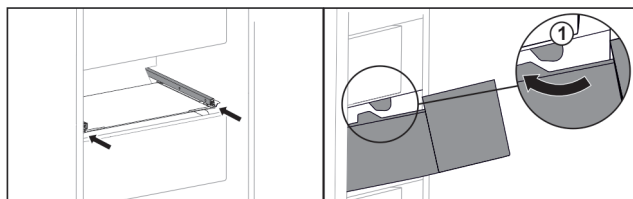

Fig. 118
- Far passare il cassetto intorno ai fermi Fig. 118 (1).